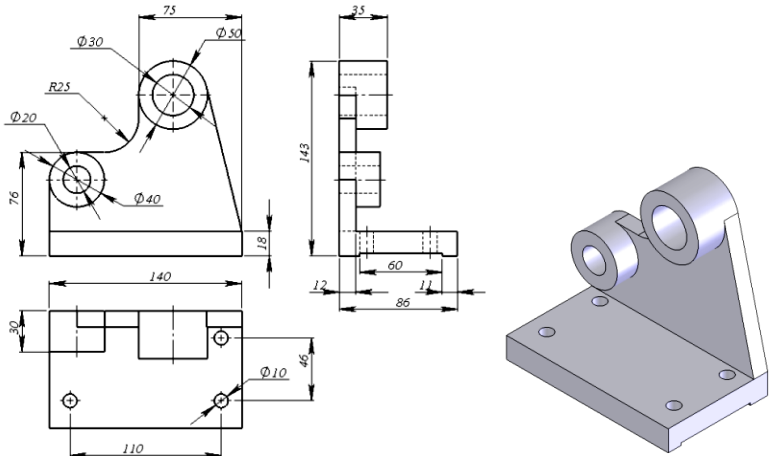
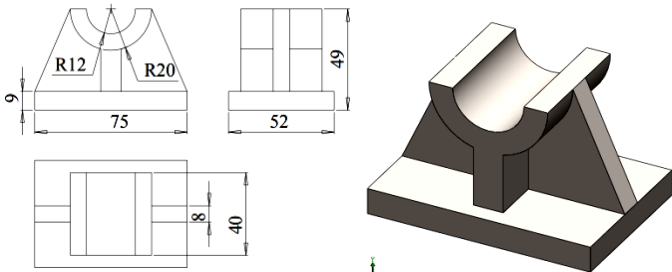

Рис.2. Кресленник деталі і побудована модель
Рис.3. Кресленник заданої деталі і побудована модель
1. Побудувати модель деталі методом виділення контурів в ескізі за Рис.2, використовуючи роз'яснення у прикладі його виконання, та за Рис.3 самостійно.
Порядок виконання роботи (Рис.2).